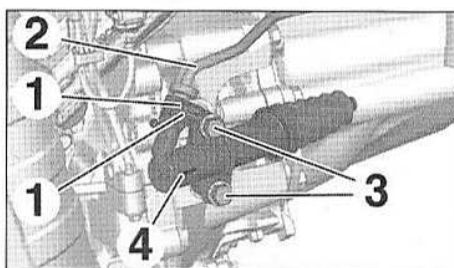

FIG.20
- Déclipper les agrafes (1) (Fig.20).
- Désaccoupler la canalisation hydraulique (2).
- les vis (3),
- le cylindre récepteur (4).